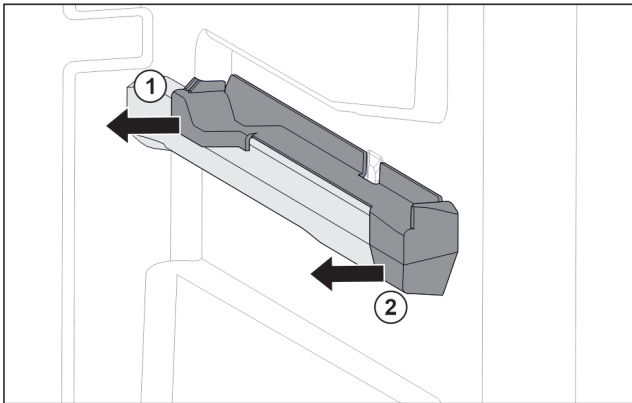

Fig. 107 Aufsteckteil auf der rechten Behälterrippe
- ▶ Aufsteckteil hinten zur Seite abziehen. Fig. 107 (1)
- ▶ Aufsteckteil vorne zur Seite abziehen. Fig. 107 (2)